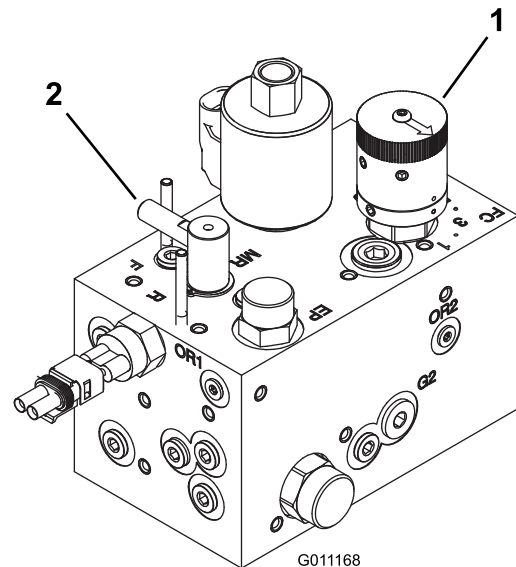

Bild 77
3. Drehen Sie das Läppen-Handrad auf Läppen (R). Drehen Sie dann das Handrad zur Spindeldrehzahl auf Position 1 (Bild 77).